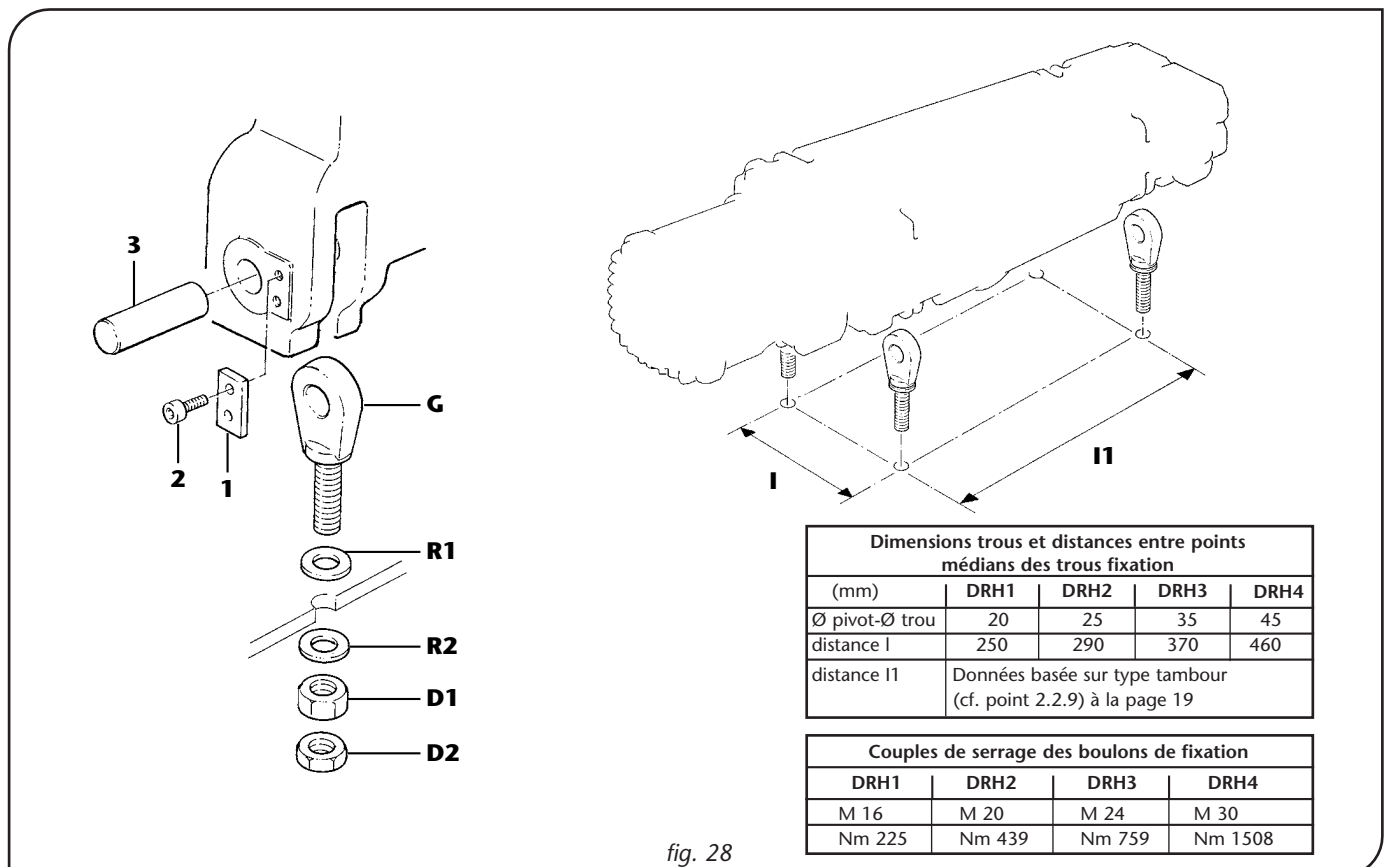

fig. 28
Assemblage des anneaux de levage filetés de centrage sur la partie inférieure du boîtier porteur du palan DRH (fig. 28):
La fixation du palan sur une surface porteuse nécessite l'insertion de pièces de centrage filetées dans les trous respectifs, les dimensions et l'empattement devant correspondre aux hauteurs indiquées dans le tableau (fig. 28). Procéder comme suit:
- Après l'insertion des pièces de centrage dans les trous respectifs et après avoir posé le palan, insérer la rondelle -R2-, serrer à fond le grand écrou -D1- puis, après avoir serré aux couples selon tableau (fig. 28), serrer à fond le contre-écrou de sécurité de dimension moyenne -D2-.
10. Après l'insertion des pièces de centrage dans les trous respectifs et après avoir posé le palan, insérer la rondelle -R2-, serrer à fond le grand écrou -D1- puis, après avoir serré aux couples indiqués dans le tableau (fig 28), serrer à fond le contre-écrou de sécurité de dimension moyenne -D2-.